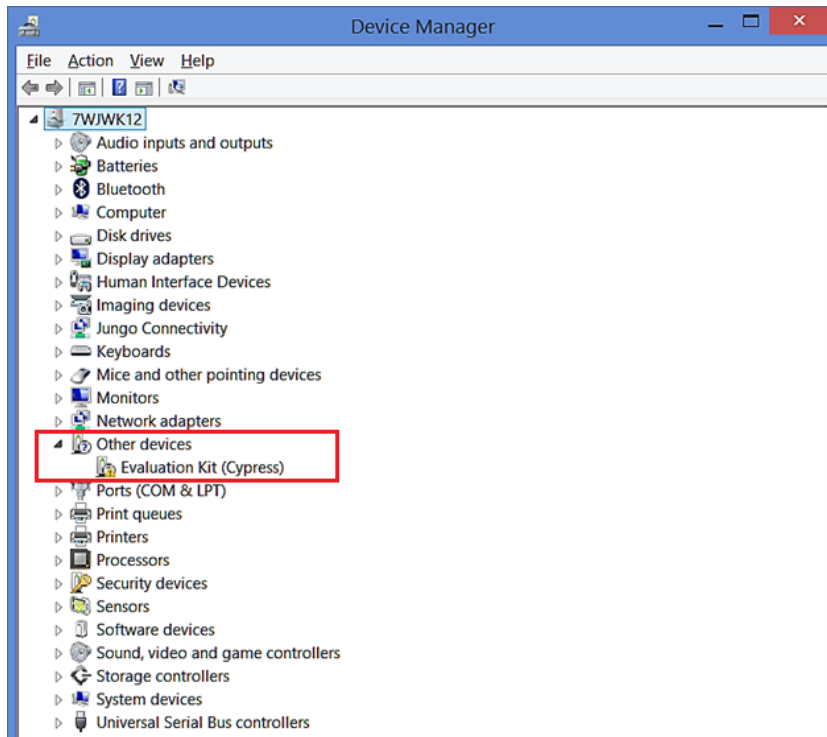

Figure 88. デバイスマネージャビュー
3. 「Evaluation Kit (Cypress)」があるデバイスマネージャを開きます (Figure 88)。